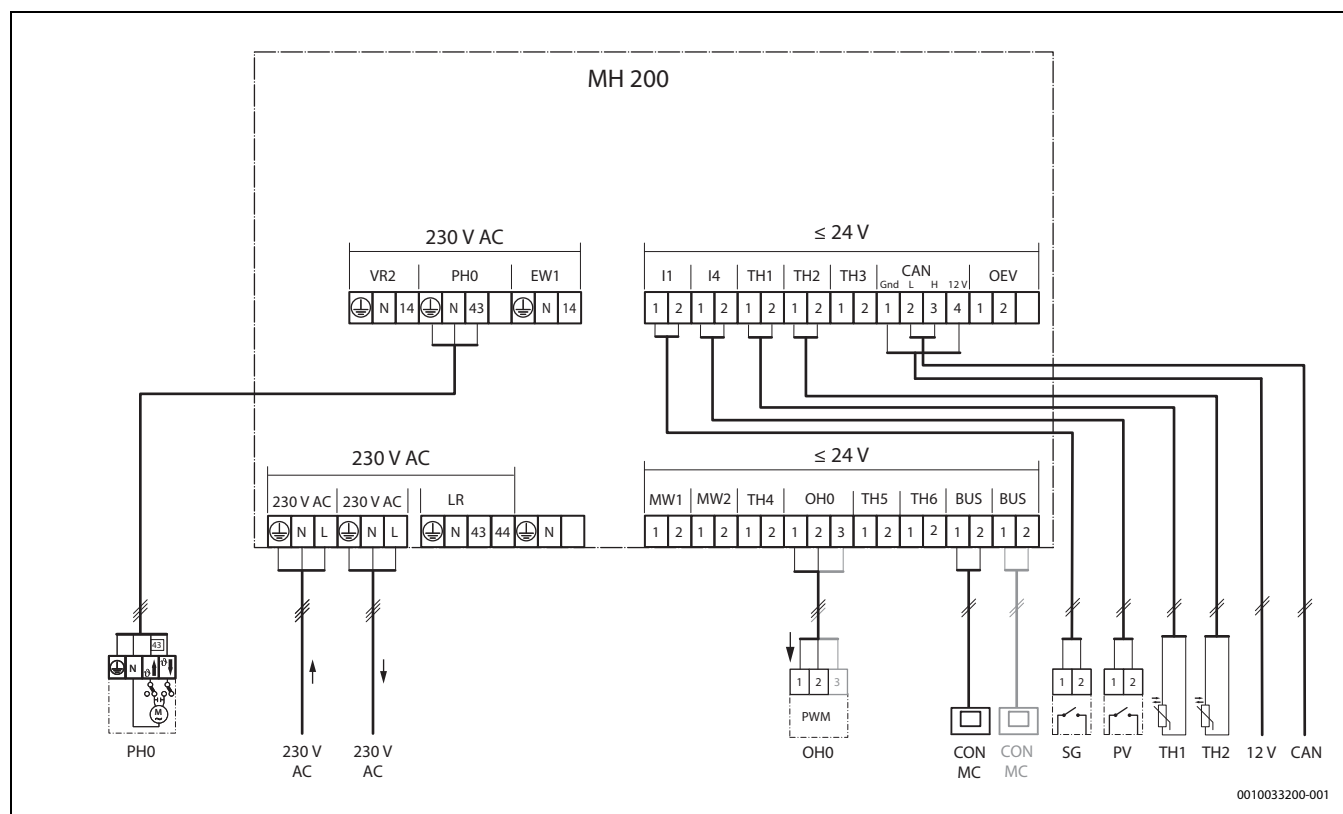

Bild 4 Überblick Anschlussklemmenbelegung
- Sicherstellen, dass die Kabel an den entsprechend markierten Anschlüssen des Moduls angeschlossen sind (→ Bild 4).